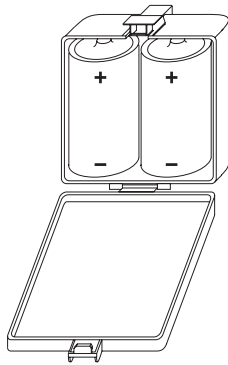

Fig. 8 Introducir las pilas
- ▶ Introducir las dos pilas D R20 de 1,5 V en la caja correspondiente (Fig. 8).